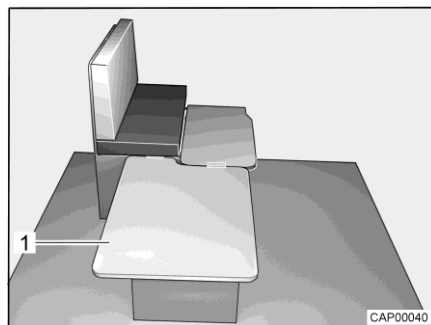

Fig. 51 Pendant la transformation
- Accrocher la planche amovible (Fig. 51,1) le long de la banquette et la poser sur la table.